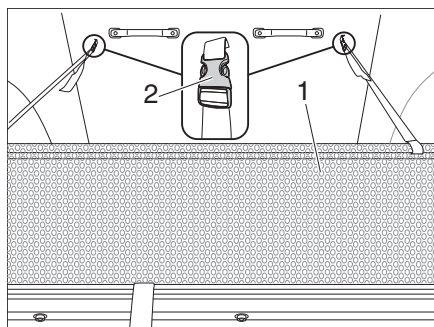

Fig. 47 Sicura anticaduta
- Estrarre la sicura anticaduta (Fig. 47,1) da sotto il materasso.
- Fissare la sicura anticaduta al tetto sollevabile con la fibbia per cinghia (Fig. 47,2).
- Sbloccare la fibbia per cinghia (Fig. 47,2).
- Stivare la sicura anticaduta (Fig. 47,1) sotto il materasso.